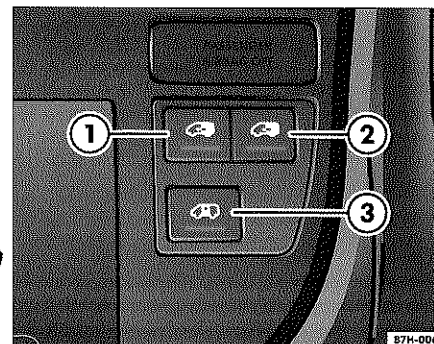

Fig. 24 Tablero de instrumentos: mandos para dos puertas corredizas eléctricas
Existe un pulsador para cada una de las puertas corredizas eléctricas en el tablero de instrumentos ⇒ fig. 24 (1) y (2) o bien en la llave con mando a distancia¹⁷⁾ ⇒ página 26, fig. 18.
- Pulsando brevemente el pulsador correspondiente ⇒ fig. 24. La puerta corrediza se abrirá mientras no se accione de nuevo el pulsador. La puerta corrediza se mantiene abierta completamente mediante el retenor.
- Pulsando brevemente el pulsador correspondiente ⇒ fig. 24. La puerta corrediza se cerrará mientras no se accione de nuevo el pulsador. Durante el proceso de cierre interviene la función antiaprisionamiento. Se oirán unas señales acústicas mientras se cierra la puerta.
- Manteniendo pulsado el mando correspondiente ⇒ fig. 24. La puerta corrediza se cerrará mientras no se suelte el pulsador ⇒ Δ. En este caso no interviene la función antiaprisionamiento y la puerta se cierra con toda su fuerza. Se oirán unas señales acústicas mientras se cierra la puerta.
Si se pulsa la tecla ⇒ fig. 24 (3) y se enciende el símbolo de la misma, las puertas corredizas sólo podrán abrirse o cerrarse de forma manual y no de forma eléctrica.
Para habilitar nuevamente la función de las teclas de la llave con mando a distancia ⇒ página 26, fig. 18 y del tablero de instrumentos ⇒ fig. 24 hay que pulsar nuevamente la tecla (3). El símbolo de la tecla (3) se apaga. ▶
- La puerta corrediza puede cerrarse de forma eléctrica, manteniendo pulsado el mando correspondiente ⇒ página 35, fig. 24 o ⇒ página 26, fig. 18. En tal caso no interviene la función antiaprisionamiento. La puerta corrediza se cierra con toda su fuerza.